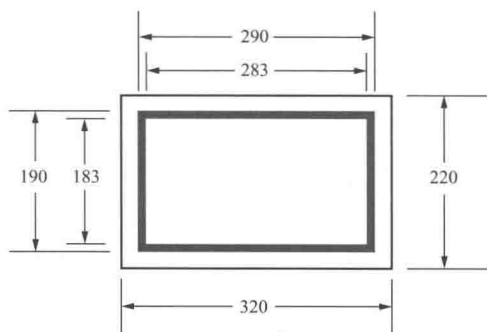

图 1-7 隔离开关标志牌尺寸参考类型（一）
(1) 变电站隔离开关标志牌基本图形为长方形, 衬底色为白色, 边框为红色, 标志内容为红色, 字体为黑体字。字号可根据标志牌尺寸、字数适当调整。
(2) 隔离开关标志牌尺寸参考类型(一)如图1-7所示。